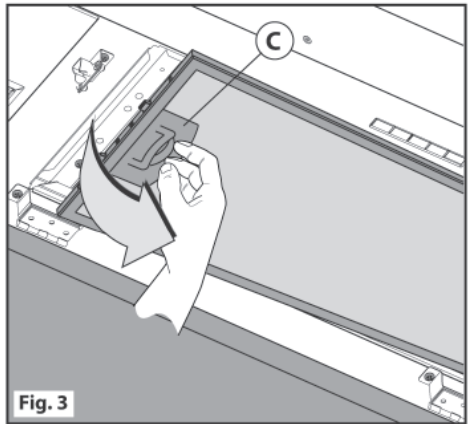

Fig. 3
2. Pociągnąć uchwyt **C**, jak pokazano na **Rys. 3**.